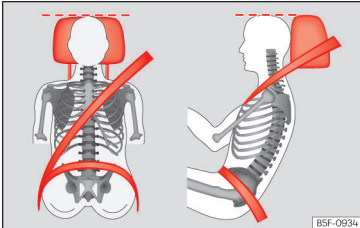

Abb. 16 Richtiger Gurtbandverlauf und richtige Kopfstützeinstellung.
- Kopfstütze so einstellen, dass die Oberkante der Kopfstütze sich so weit wie möglich auf Höhe des Oberkopfes und so nahe wie möglich in Augenhöhe befindet¹⁾ » S. 92. Den Hinterkopf so nah wie möglich an der Kopfstütze positionieren » (Abb. 16).
- Fahrersitz in Längsrichtung so einstellen, dass die Pedale mit leicht angewinkelten Beinen durchgetreten werden können und der Abstand zur Schalttafel im Kniebereich mindestens 10 cm (4 Zoll) beträgt » (Abb. 16).